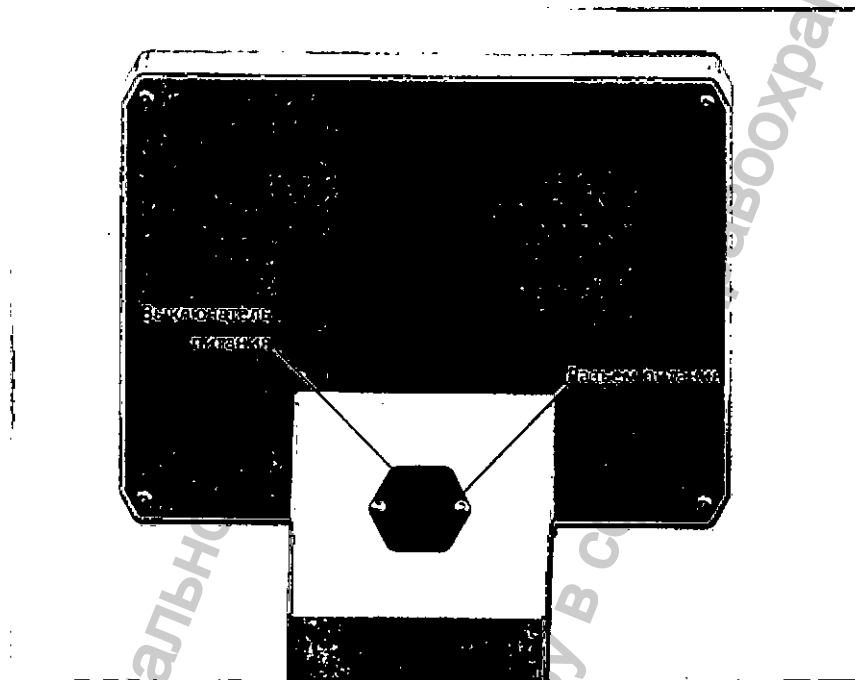

Рисунок 3.96. Включение питания изделия
5. Введите допустимое количество промывок, используя экранную клавиатуру (рисунок 3.96). Для подтверждения ввода нажмите кнопку **Готово**.
1. Включите питание изделия, используя выключатель питания сверху задней панели (рисунок 3.96).